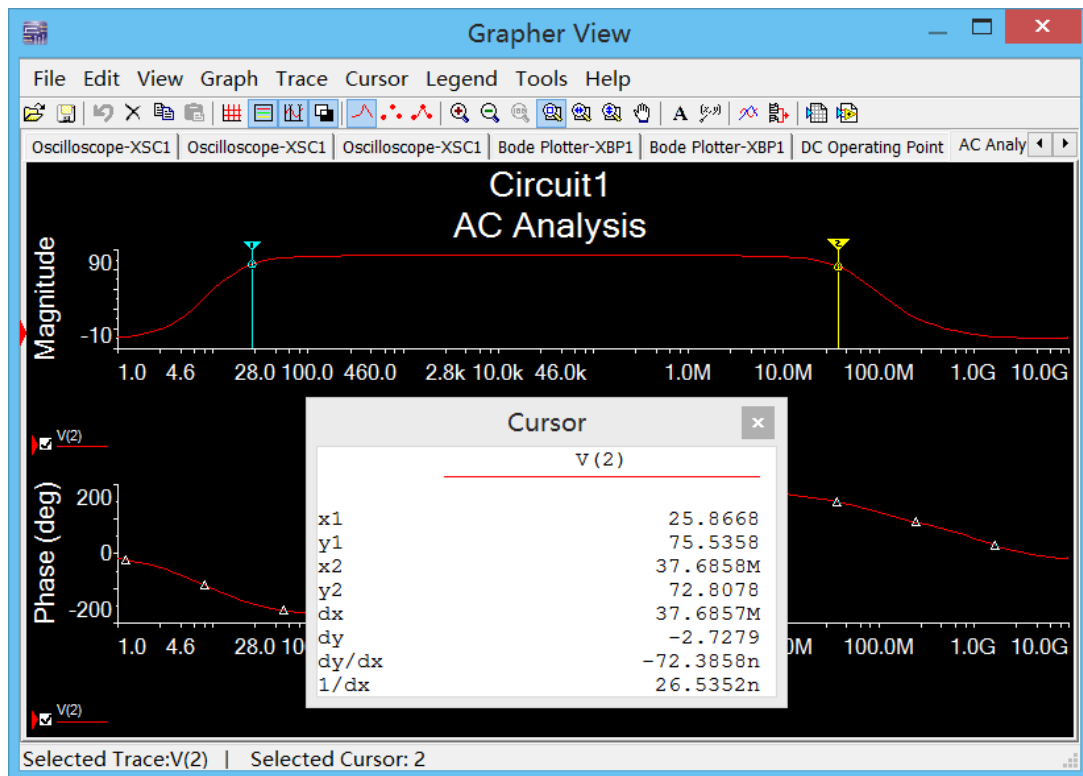

图 7.20 交流分析中 Cursor 的使用
- 在分析结果图中点击 Show/Hide Cursors 按钮, 可以读取波形的上各点的值, 如图 7.20 所示。